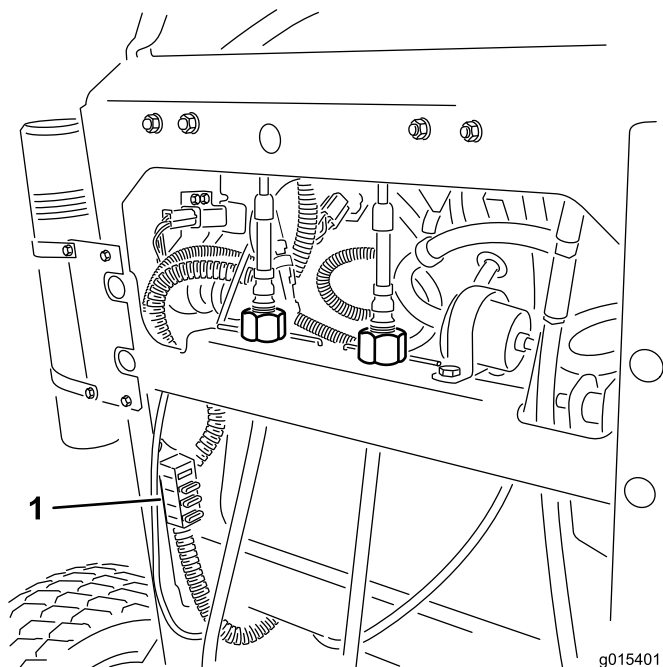

Figure 54
2. Tirez le fusible pour le sortir ou le remplacer (Figure 54).
Remarque: Assurez-vous d'utiliser un fusible du bon calibre Figure 54.